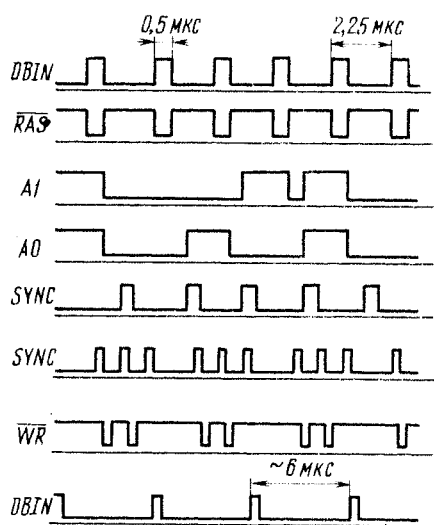

Рис. 5
сигналов на всех линиях адреса должны быть обратно пропорциональны 2^n , где n — номер адресной шины. Одновременно желательно убедиться в прохождении сигнала DBIN (RD) и отсутствии сигнала WR в компьютере. Характерный вид сигналов в некоторых точках ПК при исполнении команды NOP показан на рис. 5а. Для проверки прохождения сигнала WR необходимо соединить перемычками все контакты, кроме X1, X3, X8, чтобы формировать код команды PUSH PSW (рис. 5б). Эти операции нужно провести до установки на плату микросхем ОЗУ и дешифратора адреса D11, или запретить работу последнего, отключив вывод 4 микросхемы D11 от общего провода.